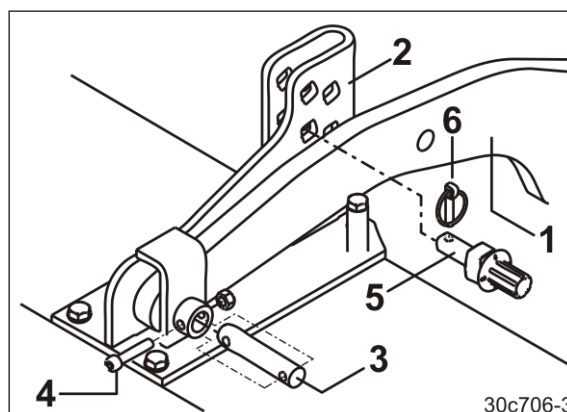

Fig. 83
4. Introduceți brațul portant al tăvălugului (Fig. 83/1) cu un bolț (Fig. 83/3) la segmentul de ajustare (Fig. 83/2). Asigurați bolțul cu un șurub cu piuliță (Fig. 83/4).
5. Introduceți bolțul de reglare a adâncimii (Fig. 83/5) în cel mai apropiat orificiu peste brațul portant și asigurați bolțul de reglare a adâncimii cu un șplint (Fig. 83/6).